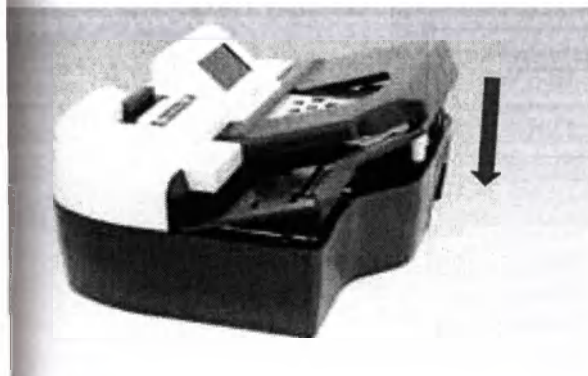
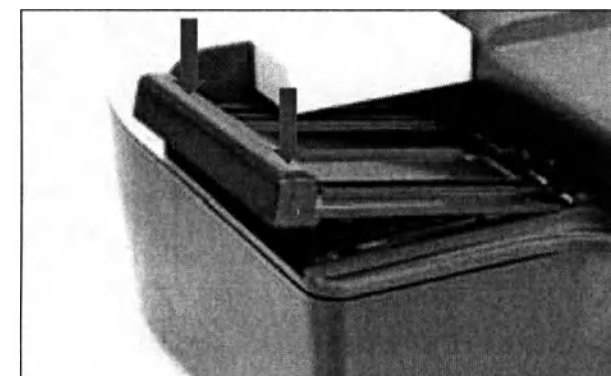

Рис. 4.11 Установка передней крышки
Рис. 4.12 Установка планшета
1) Установите переднюю крышку и планшет, как показано на рис. 4.11 и рис. 4.12.